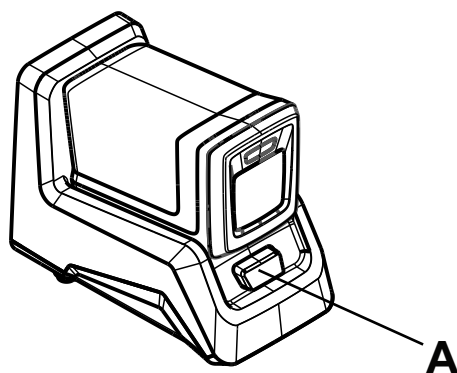

图 11 – 电池充电
2. 按下电池释放按钮 (A) 并将充满电的电池从充电器中滑出 (图 11)。